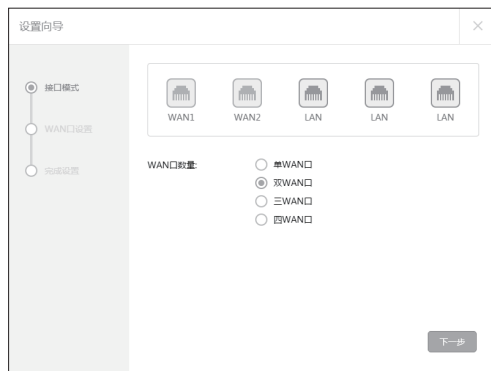

图4-3 快速配置界面
3. 登录后进入快速配置界面, 如图4-3所示。您可以根据自身情况选择WAN口数量, 选择完成后, 点击“下一步”。